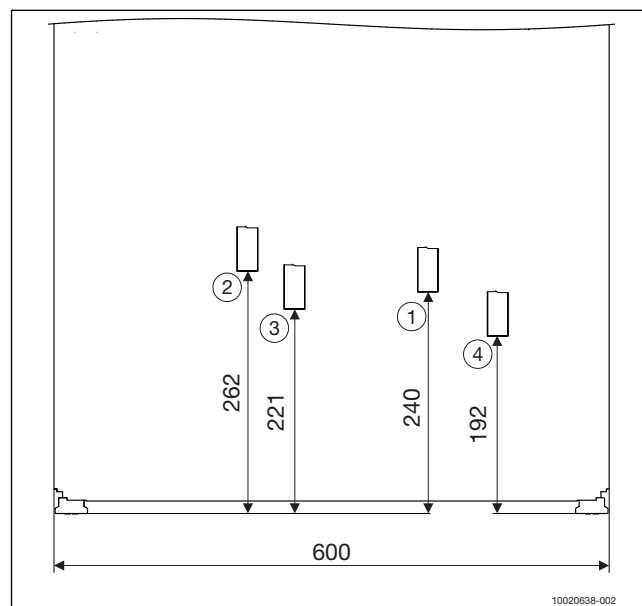

Bild 11 Röranslutningar – Bild framifrån
- ▶ Anslut framledningen till uttaget märkt Framledning, se bild 11.